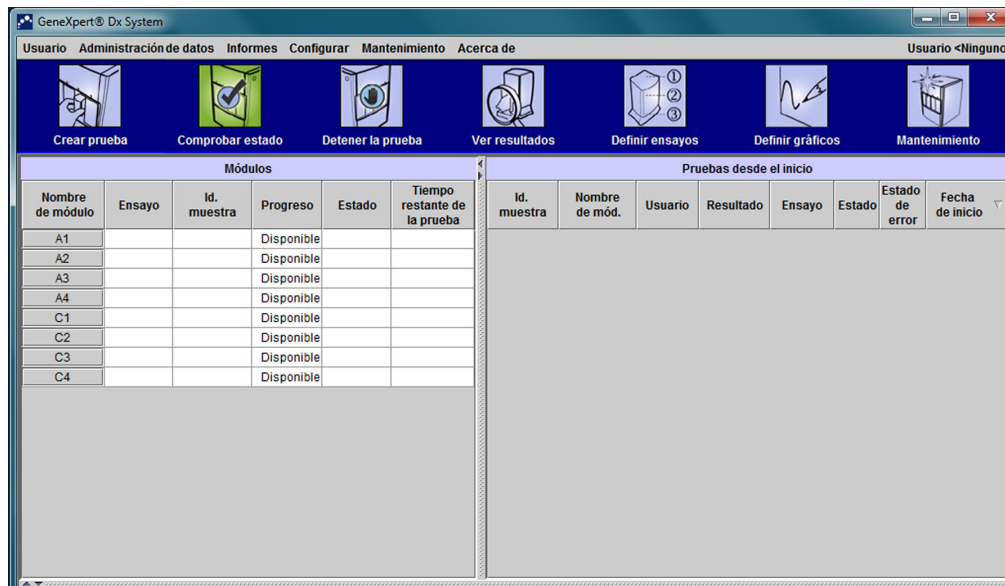

Figura 2-65. Ventana GeneXpert Dx System
2. En el cuadro de diálogo Administración de base de datos, haga clic en **NO** para continuar. Aparece la ventana del GeneXpert Dx System (consulte la figura 2-65).